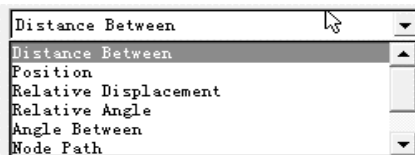

图 13-36 设置测量类型
- (1) 单击 Add 按钮，创建一个新的测量组。
- (2) 在“测量类型”处选择 Distance Between，如图 13-36 所示。
- (3) 激活 Magnitude、ID 和 System 复选框。